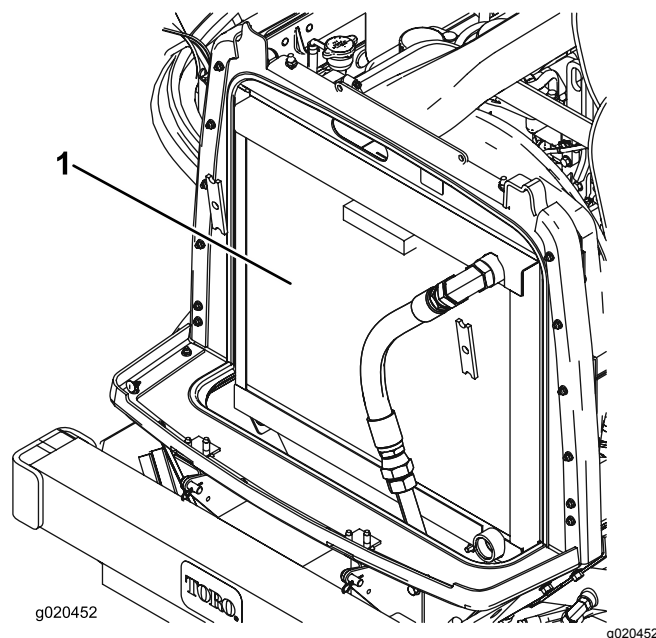

Figura 72
3. Limpe ambos os lados do radiador/dispositivo de arrefecimento de óleo com ar comprimido (Figura 72).